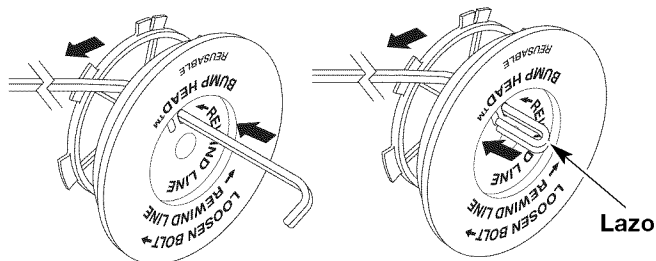

Fig. 33
8. Tome aproximadamente 3 m (10 pies) de nueva línea de corte. Inserte un extremo de la línea a través de uno de los orificios del carrete interior (Fig. 33). Pase la línea a través del carrete interior hasta que queden sólo 4 pulgadas fuera.
9. Inserte el extremo de la línea en el orificio abierto del carrete interior y hale de la línea en forma ajustada a fin de que el lazo sea lo más pequeño posible (Fig. 33).